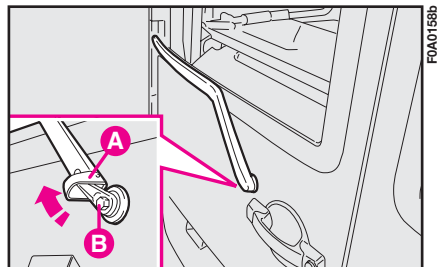
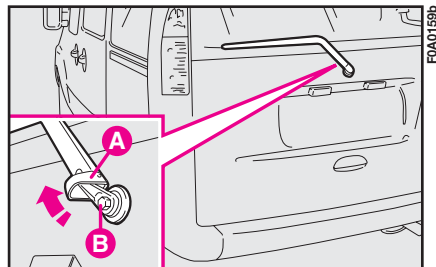

fig. 24
fig. 25
- 1) Sollevare la copertura **A**-fig. 24 e fig. 25 e smontare il braccio dal veicolo, svitando il dado **B** che lo fissa al perno di rotazione.